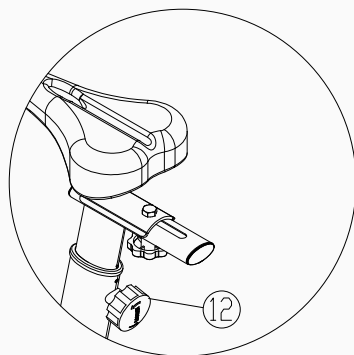

Abbildung 9
9. Stellen Sie die Sattelhöhe über den sternförmigen Drehknopf (Teil 12) ein. Es sind mehrere Höhenpositionen verfügbar; siehe Abbildung 9.